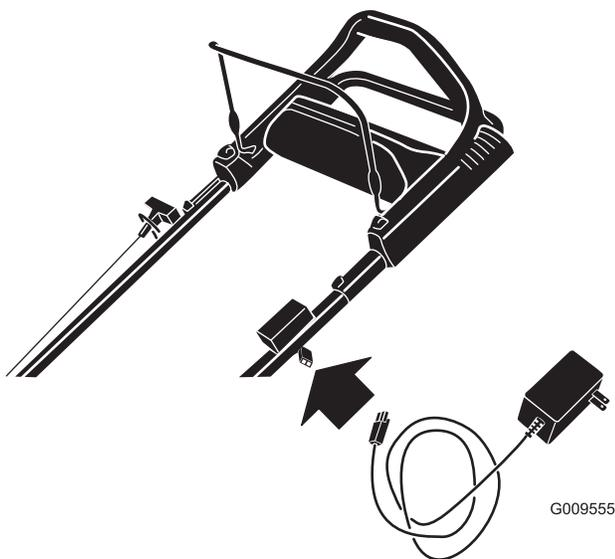

Figure 26
1. Branchez le chargeur au faisceau de câblage de la machine situé sous la clé de contact (Figure 26).